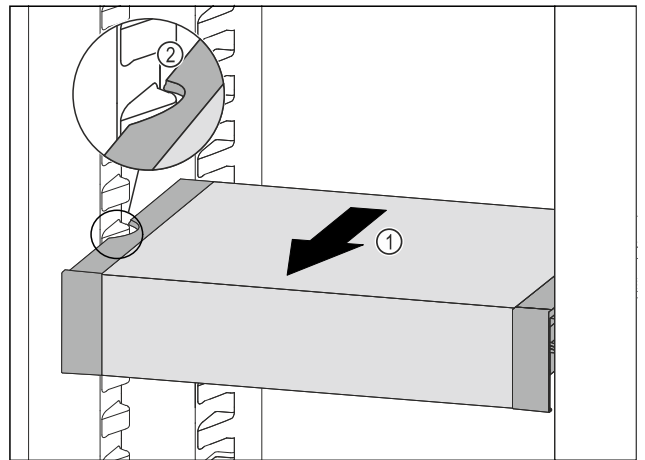

Fig. 109
- ▶ Tirer le VarioSafe vers l'avant Fig. 109 (1) jusqu'à ce que les encoches latérales du VarioSafe se trouvent au niveau de la nervure du bac dans la partie réfrigérateur. Fig. 109 (2)